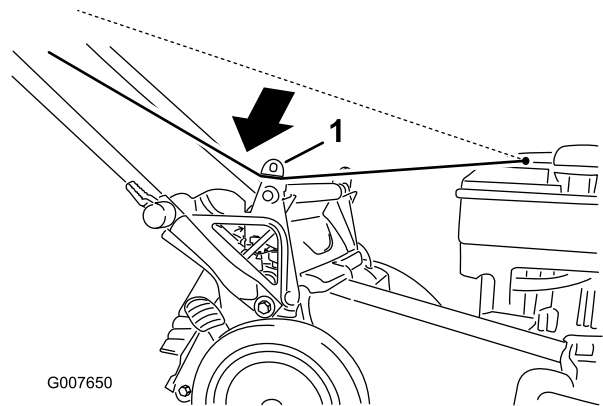

Figura 23
1. Pase la cuerda de arranque alrededor de la guía de cuerda inferior (Figura 23).
4. Instale el tapón de descarga trasera (Figura 23).